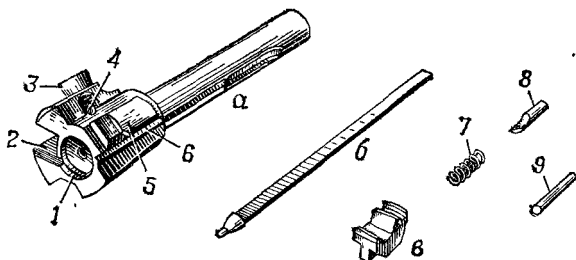

Рис. 38. Затвор:
18. Затвор (рис. 38) служит для досылания патрона в патронник, закрывания канала ство-